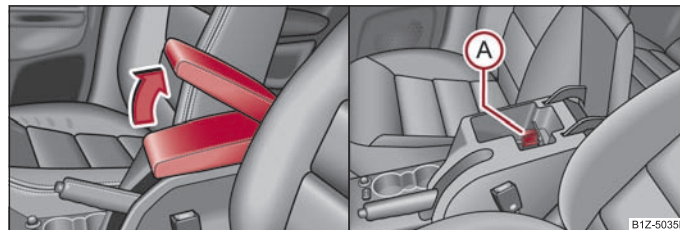

Fig. 97 Cotiera: Torpedoul/Răcirea torpedoului
- Deschideți capacul cotierei în sensul săgeii ⇒ fig. 97 - stânga.